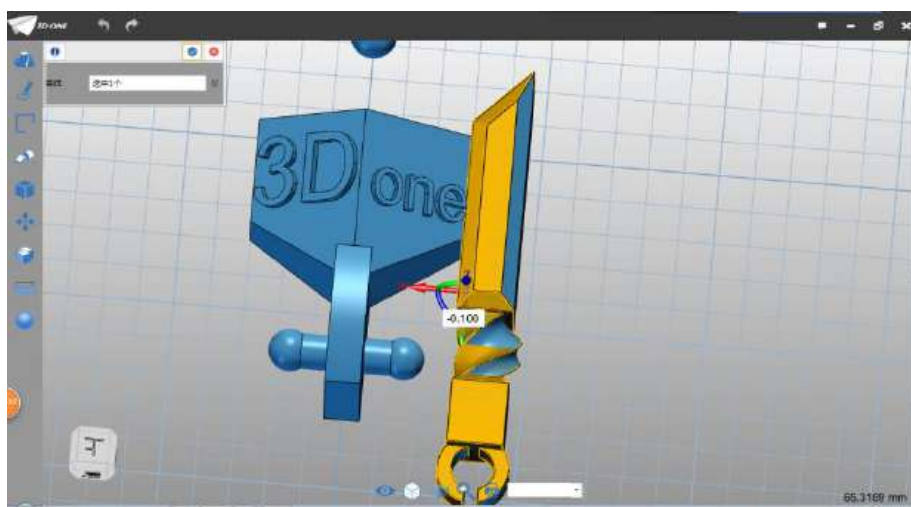

图 3-36
Step 36 选择移动命令 ，选择手臂造型，如图，沿着 X 轴负半轴方向移动 0.1，即移动-0.1，如下图 3-36 所示：